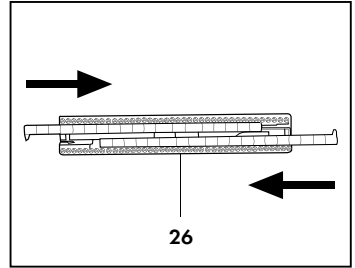

Abb. 15
Zur Montage der Borstenleiste (26) für Teppichböden und Teppiche, die steifen Bürsten mit nach innen gerichteten Lämpchen in die dazu bestimmten Führungen schieben (Abb. 15).